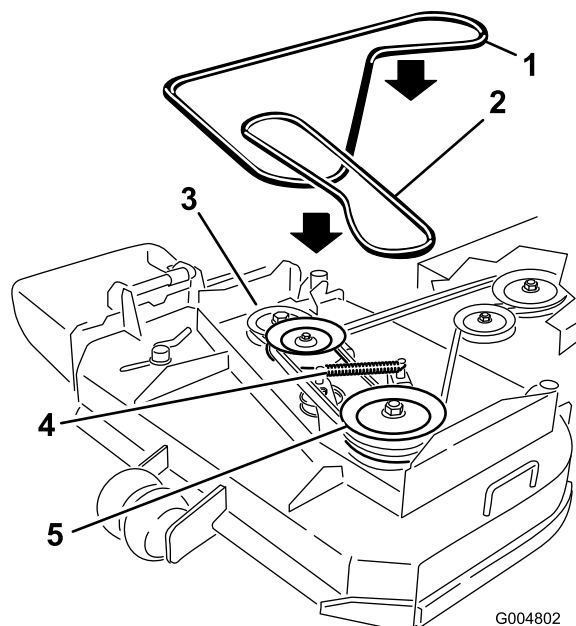

Figura 44
- Scollegate la molla del braccio di rinvio per rilasciare la tensione sul braccio di rinvio e sulla puleggia tendicinghia, quindi toglie la cinghia del tosaerba consumata (Figura 44).
- Montate la nuova cinghia del tosaerba attorno alle 2 pulegge del mandrino esterne, alla puleggia tendicinghia e nella scanalatura inferiore della puleggia del mandrino doppia (Figura 44).
- Collegate la molla del braccio di rinvio (Figura 44).
- Regolate la guida della cinghia a 3 mm dalla cinghia (Figura 44).